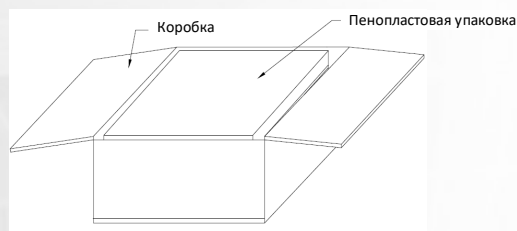

Рис. 2-6 Распаковка коробки
- 2) Разрежьте пластиковую упаковочную ленту и скотч, чтобы открыть коробку, как показано на рис. 2-6.